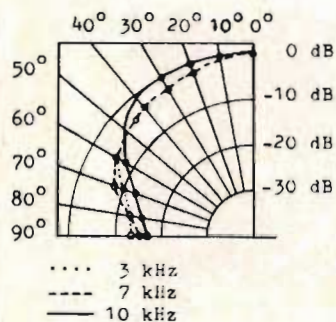

Fig 6. Polardiagram för hornets spridning vid olika frekvenser.
- Utmärkt spridning av ljudet tack vare datorberäknad hornformgivning (fig 6). Andra diskanthögtalare måste ordnas i en cirkelbåge för att ge bättre fördelning av ljudet, med påföljden att hål och överlagringar uppstår.